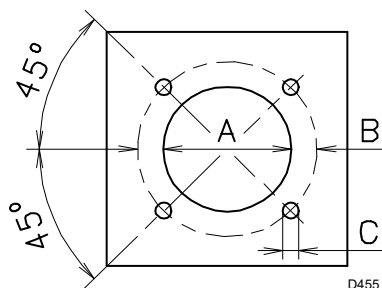

Fig. 6
- l'anno di costruzione criptografato (C);
- il numero di matricola (D);
- la potenza elettrica assorbita (E);
- i tipi di combustibile di utilizzo e le relative pressioni di alimentazione (F);
- i dati di potenza minima e massima possibili del bruciatore (G) (vedere Campo di lavoro)
5.3 Piastra caldaia (Fig. 6)
Forare la piastra di chiusura della camera di combustione come in Fig. 6. La posizione dei fori filettati può essere tracciata utilizzando lo schermo termico a corredo del bruciatore.